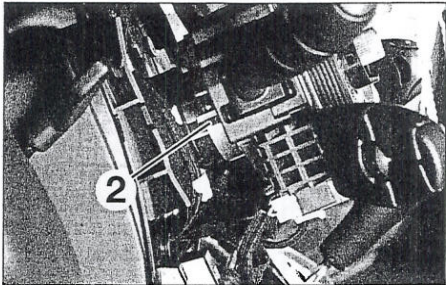

FIGURA 9-5
- Aflojar el tornillo de fijación (2) del contactor giratorio (figura 9-5).